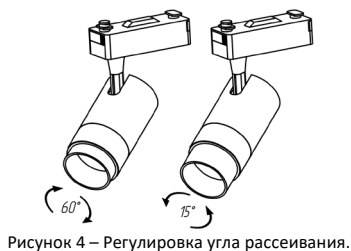

Рисунок 4 – Регулировка угла рассеивания.
– Отрегулируйте угол рассеивания светильника вращением отражателя (см. рисунок 4). На внешней стороне отражателя нанесена маркировка выставляемого угла рассеивания: 60, 45, 30, 15 градусов.